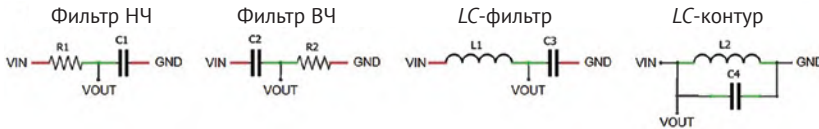

Рисунок 18-20. Схемы фильтров и LC-контур
Резисторно-конденсаторные (RC) фильтры блокируют определенные частоты сигнала, при этом фильтры нижних и верхних частот блокируют высокие и низкие частоты соответственно. Для фильтра нижних частот конденсатор отводит высокие частоты на землю (GND), а низкие частоты оказываются доступными на выходе VOUT (см. рис. 18-20). В фильтре высоких частот низкие частоты блокируются конденсатором, а более высокие частоты оказываются доступны на VOUT. Индуктивно-конденсаторный (LC) фильтр также является фильтром нижних частот, поскольку катушка индуктивности блокирует высокие частоты, а конденсатор передает высокие частоты на GND, что приводит к низким частотам на VOUT.
Катушки индуктивности, обозначенные L в честь Эмилия Ленца (Emil Lenz), используются в индуктивно-конденсаторной схеме LC -контура (см. рис. 18-20). Она служит либо для генерации сигналов с определенной частотой, либо для фильтрации сигнала для выделения определенной частоты. Конденсатор накапливает энергию электрического поля на своих пластинах, в то время как катушка индуктивности накапливает энергию в виде магнитного поля. Когда катушка индуктивности подключена к заряженному конденсатору, напряжение на конденсаторе генерирует ток через катушку индуктивности и увеличивает ее магнитное поле. Когда напряжение на конденсаторе падает до нуля, энергия, запасенная в катушке индуктивности, индуцирует напряжение на катушке индуктивности и ток через контур, который снова заряжает конденсатор. Цикл разряда конденсатора – накопления энергии катушки индуктивности и снижения энергии катушки индуктивности – заряда конденсатора повторяется с частотой $(2\pi\sqrt{LC})^{-1}$ Гц.